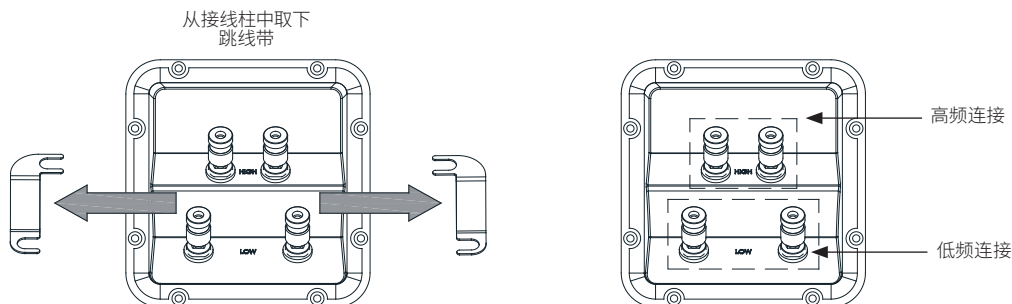

图 9
3. 将标记为 "HF" 的一对线缆连接至扬声器的 "HF" 输入; 将标记为 "LF" 的一对线缆连接至扬声器的 "LF" 输入。(图 9)
4. 在安装将使用双线或双功放的扬声器之前, 请先松开端子护盖上的两条镀金跳线带。将带子安全存放起来, 以备将来使用。一定要拧紧 LF 线和 HF 线的端子。(图 9)